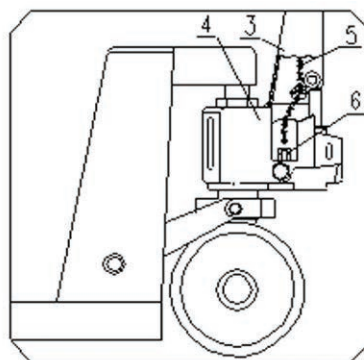

Fig. 2
3.3 Gire el perno del eje (2) para hacer que la cadena (5) de la palanca manual entre por el agujero del perno del eje. (2) Vea la Fig. 2.
3.4 Ponga tuerca y tornillo al final de la cadena de rodillos (5) en la ranura de la parte plana de la palanca (6). Vea Fig. 2 and 5.